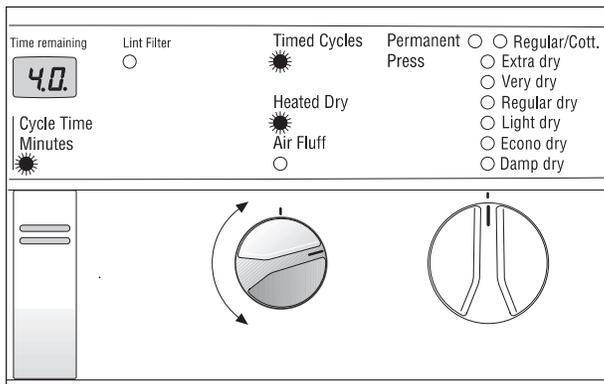

Figure 4.
- Utiliser les **cycles minutés** (la sècheuse fonctionne pendant un certain temps) en tournant le sélecteur de programme minuté (voir figure 4).